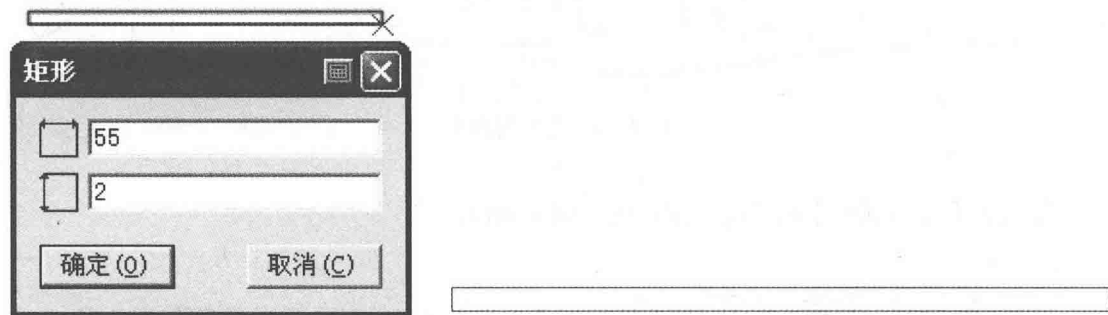

图7-47 画串带
(39) 选择【智能笔】工具在空白处拖定出长55cm,宽2cm绘制串带(图7-47)。